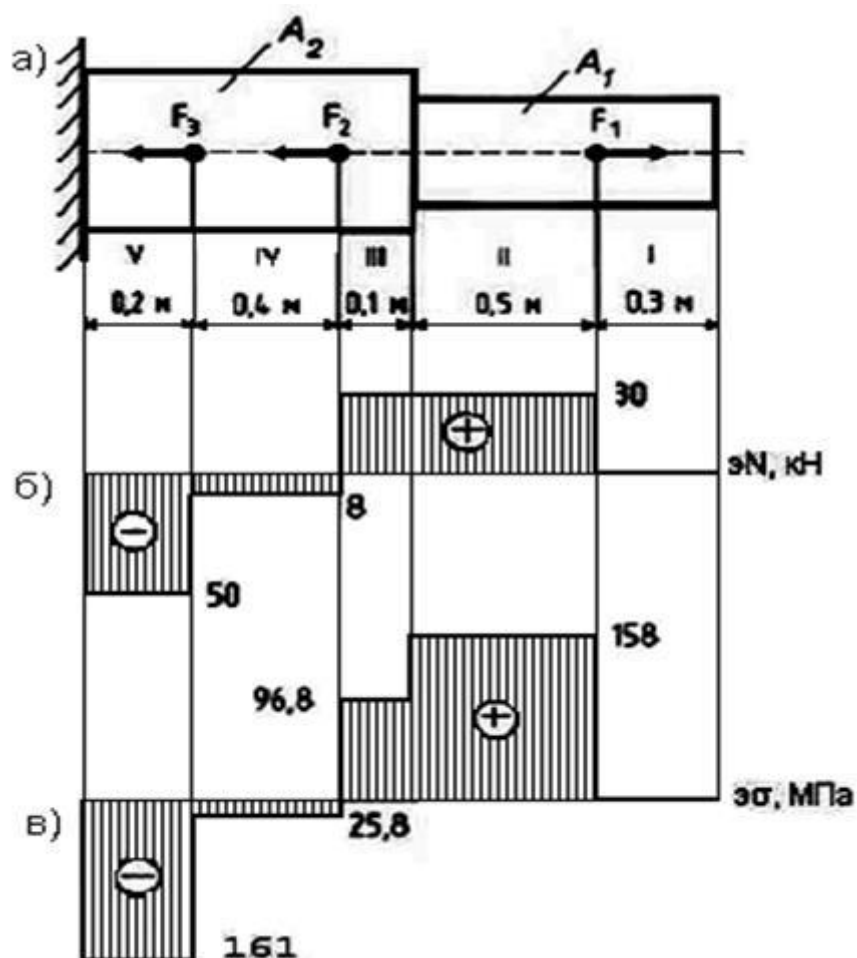

Рис.9
**ПРИМЕР 3.** Для двухступенчатого стального бруса (рис. 9) построить эпюры продольных сил и нормальных напряжений. Проверить брус на прочность. Определить перемещение свободного конца бруса, приняв модуль продольной упругости  $E = 2 \cdot 10^5$  Н/мм2;  $F_1 = 30$  кН;  $F_2 = 38$  кН;  $F_3 = 42$  кН;  $A_1 = 190$  мм2;  $A_2 = 310$  мм2;  $[\sigma] = 160$  МПа.
1. Отмечаем участки, как показано на рис.9а.
Строим эпюру продольных сил (рис.9б).
Строим эпюру нормальных напряжений (рис. 9в).